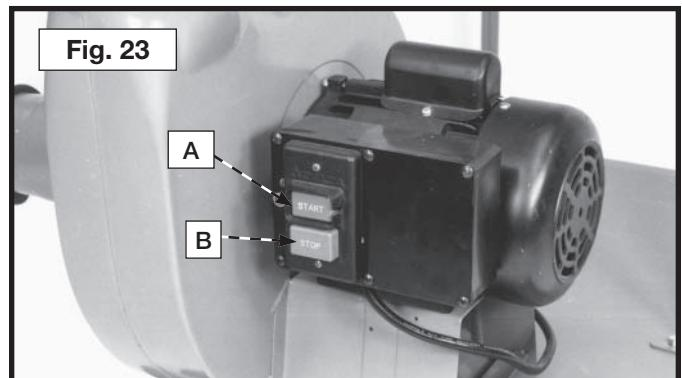

Fig. 23
L'interrupteur de « MARCHE/ARRÊT » est situé sur le côté du moteur. Pour démarrer l'appareil, appuyer sur le bouton de démarrage (A), fig. 23. Pour l'éteindre, appuyer sur le bouton d'arrêt (B).
Le moteur du dépoussiéreur est muni d'un disjoncteur autoréarmable. Si le moteur s'arrête ou ne démarre pas à la suite d'une surcharge, éteindre le dépoussiéreur. Laisser refroidir le moteur pendant trois à cinq minutes et appuyer sur le bouton de réinitialisation (D), fig. 23, du disjoncteur pour le réarmer. Le moteur peut alors redémarrer normalement. Si la surcharge déclenche le disjoncteur à répétitions, confier la réparation du dépoussiéreur à un centre de réparation autorisé Delta.